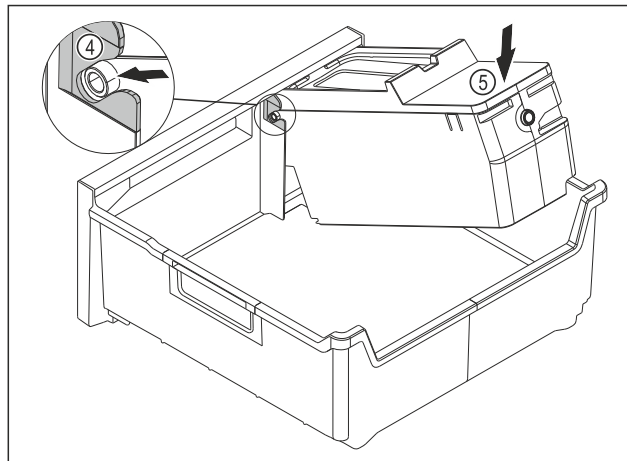

Fig. 145
- Montering af EasyTwist-Ice-legemet: Skub EasyTwist-Ice-legemets akser ind i føringerne Fig. 145 (4).
- Tryk EasyTwist-Ice-legemet Fig. 145 (5) ned bagtil.